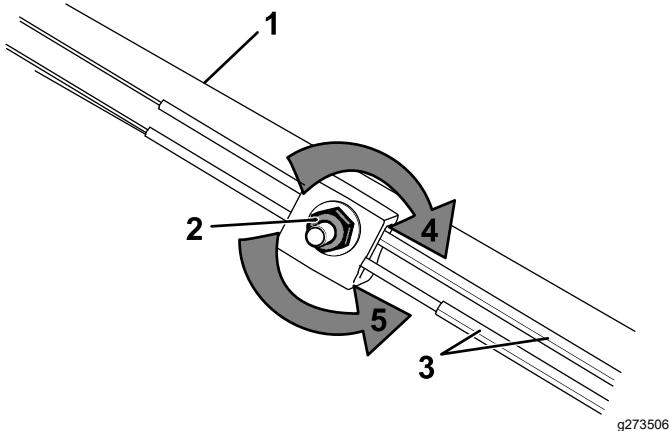

Figure 29
1. Tournez l'écrou de réglage dans le sens antihoraire pour desserrer les réglages des câbles (Figure 29).
2. Ajustez la tension des câbles (Figure 29) en les tirant en arrière ou en les poussant en avant puis en les maintenant à cette position.